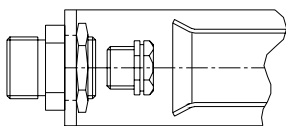

Рис. 6
5. Заменить форсунку горелки, используя ключ на 13 (см. рис. 6)
4. Заменить форсунку горелки, используя ключ на 13 (см. рис. 6).